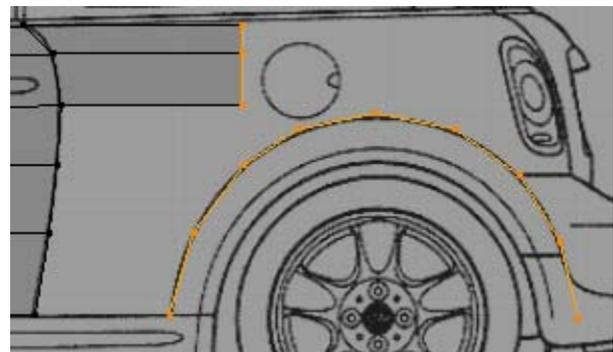

Figura 4.51
3. Na janela Right Ortho, seleccione o vértice superior do aro da roda dianteira, de modo a alinhar o cursor 3D em xx. Coloque o cursor 3D sobre o eixo da roda traseira e proceda como em Frente 41 e 42, de modo a criar o aro da roda traseira, figura 4.51.